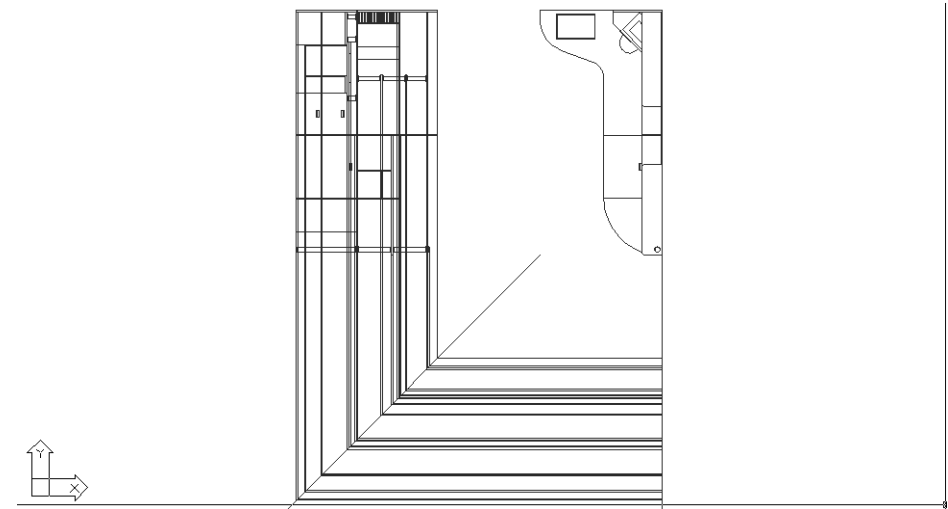

Рис. 8.39  $\blacktriangledown$  Чертеж развернут в соответствии с текущей ПСК
*Примечание.* Рассмотренной выше команде меню соответствует команда **План (PLAN)** командного окна, после ввода которой нужно ввести режим **Предыдущая (CURRENT)** или просто **д (C)**.
- С помощью инструмента **Окно зумирования (Zoom Windows)** измените масштаб просмотра таким образом, чтобы вид сверху, главный вид и линии высот вида справа были полностью видны в области черчения (рис. 8.39).